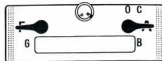

Fig. 78
2. Gang: A-B-C-Hebel auf A, Schloss nach rechts, Fig. 78.